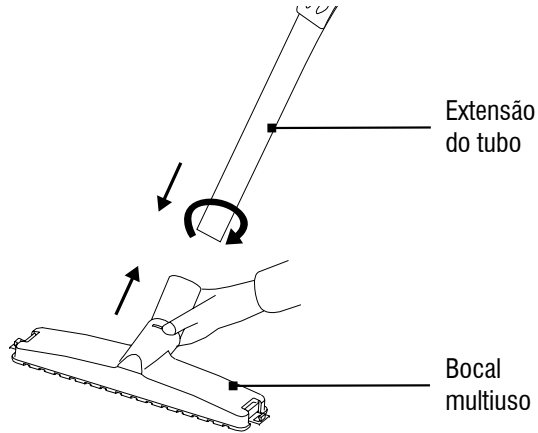

Fig. 9 – Montagem do bocal
- Conecte o tubo de aspiração no bocal multiuso ou no bocal para cantos com ou sem escova, conforme mostra a Fig. 9.